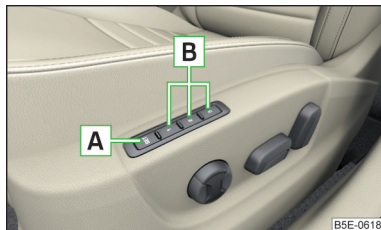

Fig. 85
Debajo de las teclas de memoria **B** en el asiento del conductor se puede guardar un ajuste de la posición del retrovisor externo y del asiento del conductor » fig. 85.
- Pulse la tecla SET **A** » fig. 85 y luego presionar dentro de 10 segundos la tecla de memoria **B** deseada. El almacenamiento es confirmado con una señal acústica.
- Conectar el encendido y pulsar la tecla de memoria deseada **B** » fig. 85.